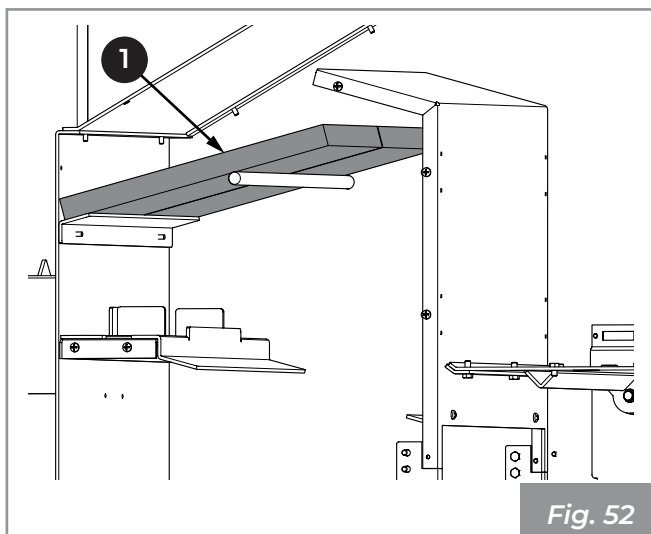

Fig. 52
- 7) Sfilare ed estrarre i pannelli (1) Fig. 52).